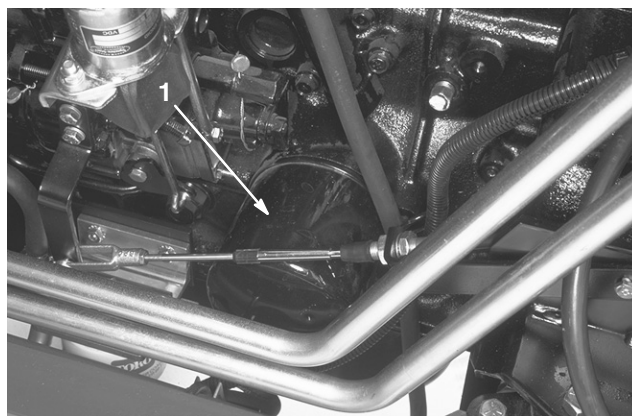

Figure 38
3. Retirez le bouchon de vidange pour permettre à l'huile de s'écouler dans le bac de vidange. Déposez et remplacez le filtre à huile (Fig. 38) ; reportez-vous au catalogue de pièces pour le numéro de référence du filtre de rechange. Appliquez une couche d'huile sur le joint torique du filtre et serrez-le à la main. Consultez le manuel du moteur pour la procédure de serrage du filtre.